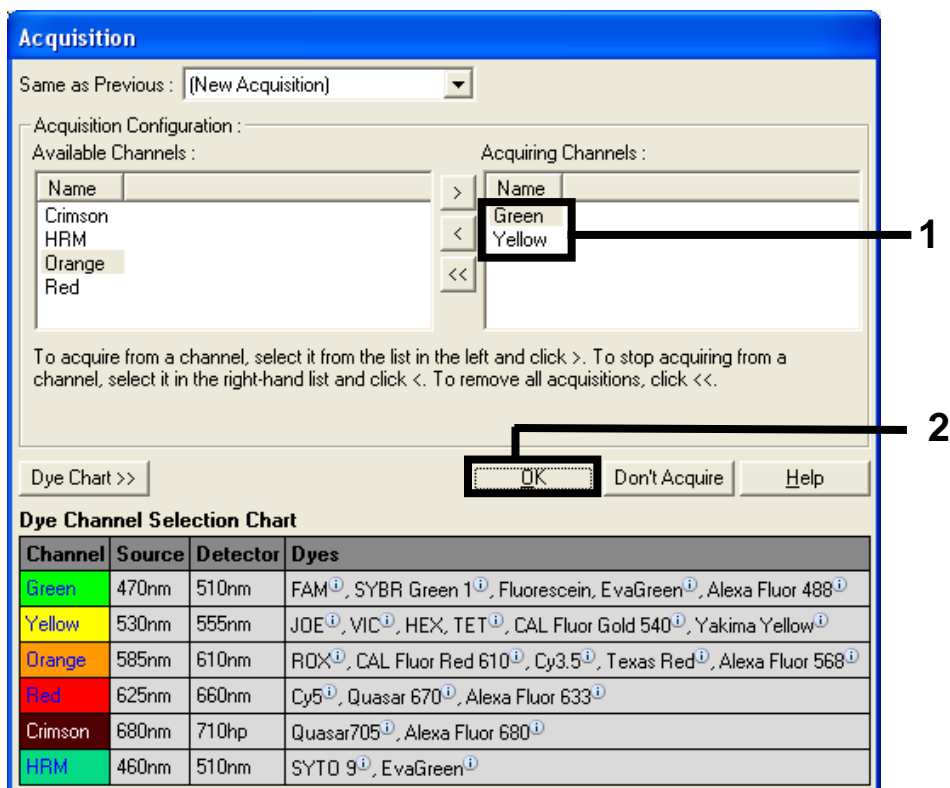

Figura 28. Aquisição de dados no passo de ciclagem de 60 °C.
10. Na lista Available Channels (Canais disponíveis), selecione Green e Yellow e, em seguida, clique em > para os mover para a lista Acquiring Channels (Canais de aquisição). Clique em OK (Figura 28).